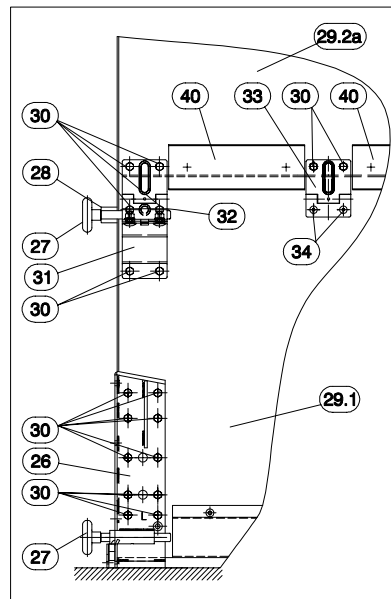

Abb. 13
- Bodenkonsole (26) mit Laufrolle (27) und Distanzbuchse bestücken (s. Abb.13) .
- Vormontierte Bodenkonsolen (26) mit Laufrolle (27) in Laufschiene (6) einlassen und durch das vorgegebene Lochbild mittels Sechskantschrauben 6,3x16 (30) auf Bodensektion (29.1) befestigen (s. Abb.13). (Können auch werkseitig montiert sein!!)
- Danach an dem oberen Teil der Bodensektion (29.1) die beiden Seitenscharniere (31) mit Laufrollenhalter (32) durch das vorgegebene Lochbild mittels Sechskantschrauben 6,3x16 (30) befestigen (s. Abb.13). (Können auch werkseitig montiert sein!!)
- Anschließend die Mittelscharniere (33) durch das vorgegebene Lochbild mittels Sechskantschrauben 6,3x16 (30) und Linsensenkkopfschrauben (M5x20) (34) an die Bodensektion (29.1) befestigen (s. Abb.13). (Können auch werkseitig montiert sein!!)
- Mittelsektion (29.2a) gegen herauskippen sichern und die beiden Seitenscharniere (31) mit Laufrollenhalter (32) und Laufrolle (27) durch das vorgegebene Lochbild mittels Sechskantschrauben 6,3x16 (30) befestigen (s. Abb.13).
- Bodensektion (29.1) und Mittelsektion (29.2a) durch Mittelscharnier (33) durch das vorgegebene Lochbild mittels Linsensenkkopfschrauben (M5x20) (34) und Sechskantschrauben 6,3x16 (30) miteinander verbinden (s. Abb.13).
- Anschließend durch das vorgegebene Lochbild die Seitenscharniere (31) mittels Sechskantschrauben 6,3x16 (30) und die Mittelscharniere (33) mittels Linsensenkkopfschrauben M5x20 (34) an die Mittelsektion (29.2a) befestigen (s. Abb.13)